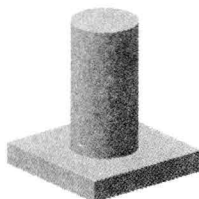

图 3.2.24 添加圆柱体特征
(2) 选择创建长方体的方法。在**类型**下拉列表中选择 **原点和边长** 选项。
(3) 定义长方体参数。在**长度(XC)**文本框中输入数值 60, 在**宽度(YC)**文本框中输入数值 60, 在**高度(ZC)**文本框中输入数值 10。
(4) 单击 **确定** 按钮, 完成长方体的创建。
Step 3 添加图 3.2.24 所示的圆柱体特征。